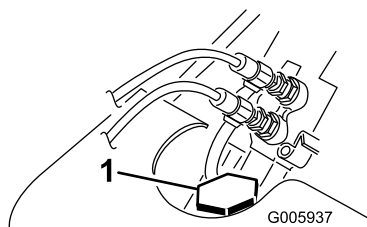

Figure 15
3. Enlevez le bouchon de remplissage du radiateur et vérifiez le niveau du liquide de refroidissement (Figure 15).